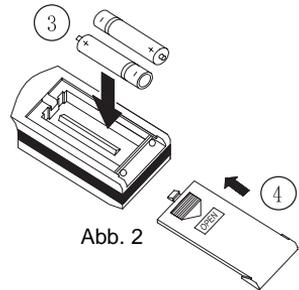

Abb. 2
2. Nehmen Sie die alten Batterien heraus und setzen Sie zwei neuen Alkalibatterien (AAA) ein (siehe Abb. 2).